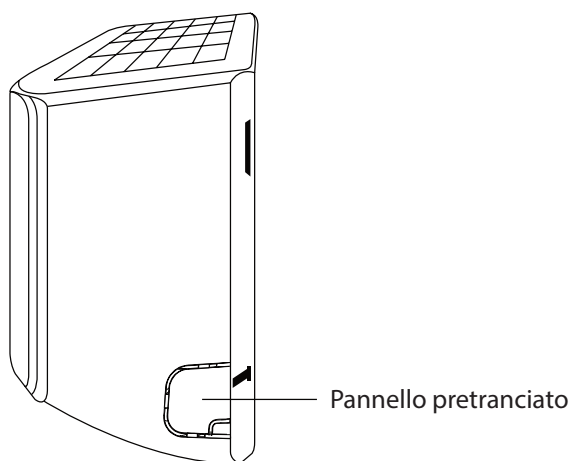

Fig. 3.3
2. Se il foro a parete si trova dietro l'unità, lasciare in posizione il pannello pretranciato. Se il foro a parete si trova a lato dell'unità interna, rimuovere il pannello di plastica pretranciato dal fianco dell'unità. (Vedere la Fig. 3.3). Si creerà così una fessura attraverso cui far passare la tubazione. Se si ha difficoltà a rimuovere il pannello di plastica manualmente, servirsi di una pinza.